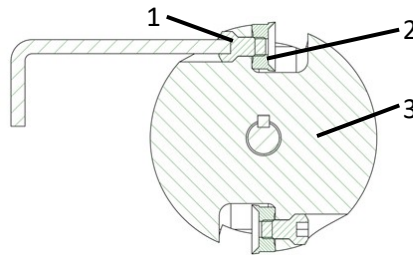

Abb. 16: Messer wechseln
- > Lösen Sie die Messerschrauben (**1** – Abb.16) am Fräskopf (**3** – Abb.16 mit einem Innensechskantschlüssel 6 mm.
- > Tauschen Sie die Rundmesser (**2** – Abb.16) oder drehen Sie die Rundmesser um 180°.